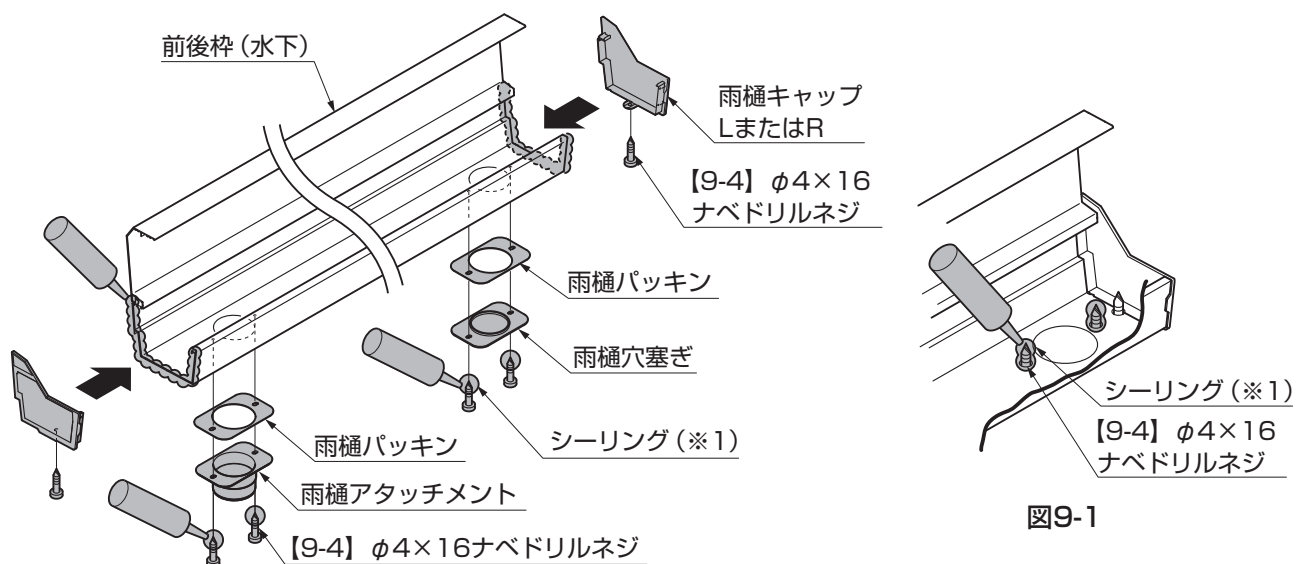

図9-1
- ①前後枠 (水下) に、シーリングしてください。
- ②前後枠 (水下) に、雨樋キャップを【9-4】で取付けてください。
- ③雨樋アタッチメントを、前後枠 (水下) に【9-4】で取付けてください。
- ④【9-4】の先端を、シーリングしてください。(図9-1参照)